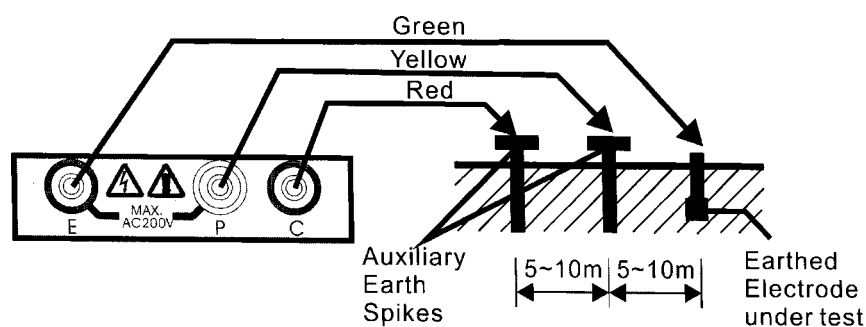

Fig.1
- Une fois les connexions réalisées comme indiqué figure 1, effectuez une mesure de tension en positionnant le commutateur sur la position "EARTH VOLTAGE" et appuyez sur le bouton Test ON/OFF. Si la tension mesurée et affichée à l'écran est supérieure à 10 V, la précision dans la mesure de la résistance de terre ne sera pas garantie.
- La LED en face avant s'allume (rouge) prouvant que la mesure s'effectue bien dans une configuration 3P décrite sur la figure 1.
- **La LED en face avant de l'appareil s'allume en rouge, quand la configuration de mesure est celle représentée figure 1.**